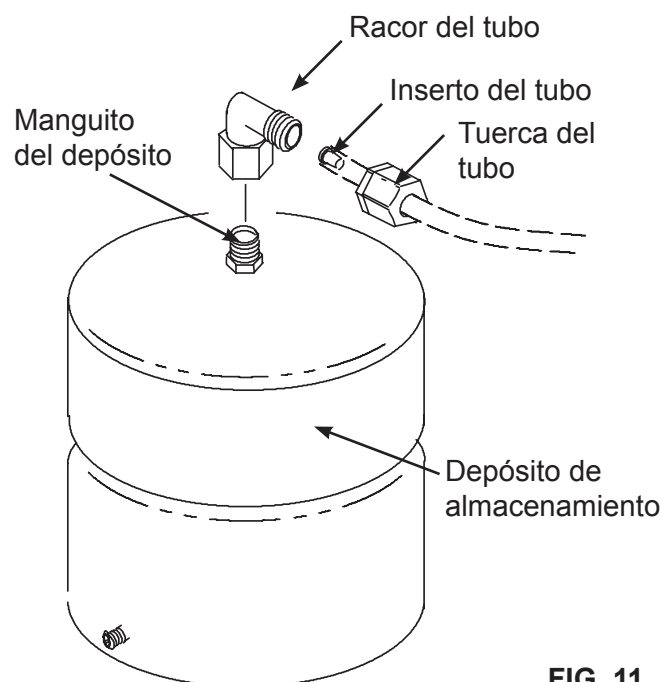

FIG. 11
1. Aplicar una banda de estanqueidad (2 capas en sentido de las agujas del reloj) sobre la rosca del manguito situado en la parte superior del depósito. Cf Fig. 11.
2. Identificar el racor del tubo. Cf Fig. 11. Enroscar el racor al manguito del depósito efectuando 7-8 vueltas, con cuidado de no dañar la rosca o no apretarlo demasiado.